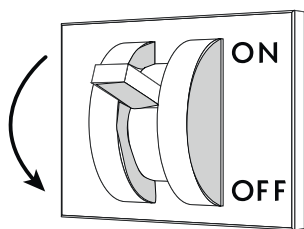

Fig. 31
- Togliere la tensione elettrica al banco tramite l'interruttore sezionatore generale a parete ("Fig. 31").